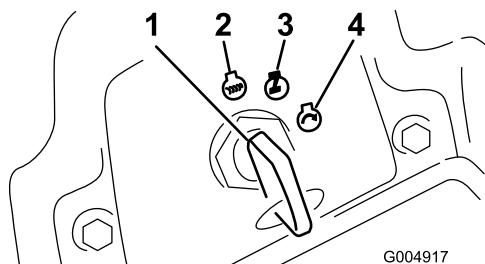

Bild 18
- Drehen Sie den Zündschlüssel nach rechts in die Lauf-Stellung (Bild 18).
- Drehen Sie den Zündschlüssel auf die Aus-Stellung (Bild 18). Warten Sie, bis alle sich bewegenden Teile zum Stillstand gekommen sind, bevor Sie die Bedienungsposition verlassen.